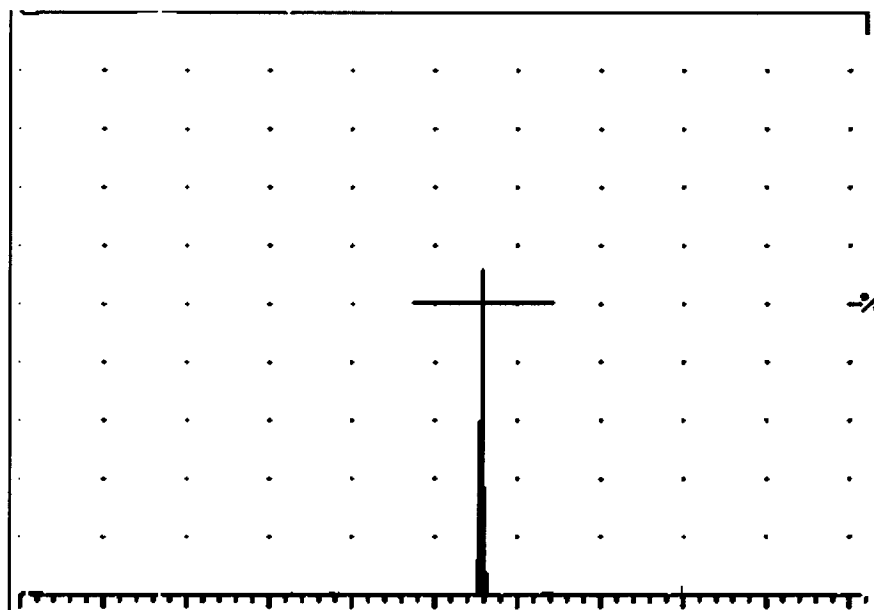

Рисунок 5
9.4.1.4 Установите СТРОБ1 так, чтобы он пересекал импульс (рисунок 5), и снимите показания дефектоскопа